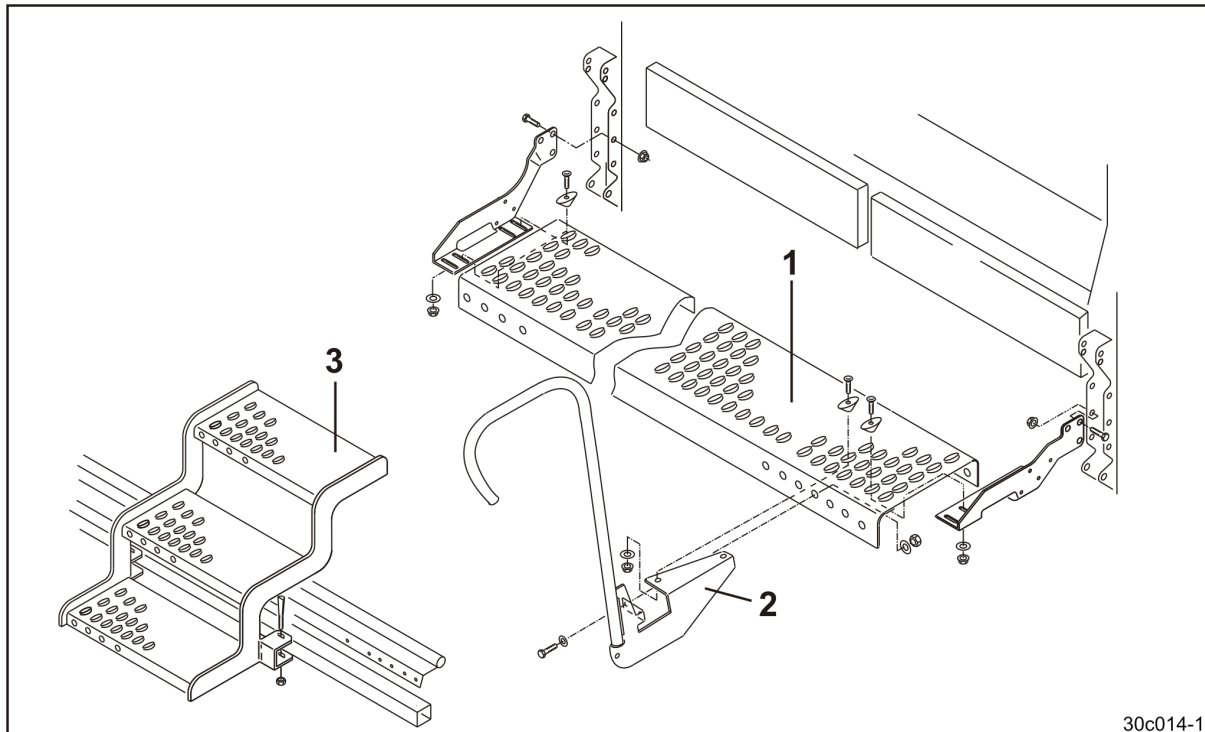

Fig. 60
Der Sicherheitstrittrost (Fig. 60/1) ist bereits an der Maschine befestigt.
1. Den Handlauf (Fig. 60/2) anschrauben.
2. Die Trittstufe (Fig. 60/3) neben dem Handlauf am Striegel befestigen.